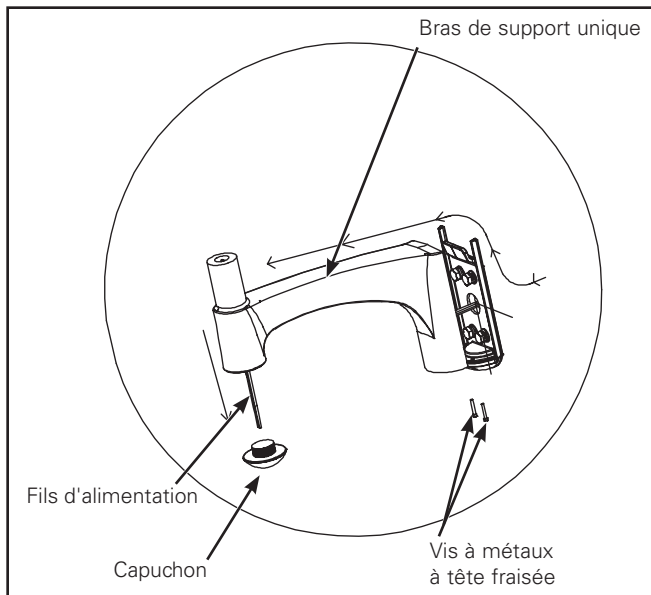

Figure 20.
- Desserrez et retirez le capuchon du trou du bas du bras de support unique. (Figure 20.)
- Tirez sur les fils d'alimentation sortis pour les faire passer par le bras à travers le trou du capuchon (Figure 20.) et accrochez le bras par-dessus la plaque déjà en place.
- Fixez le bras en serrant les deux vis du bras selon un couple d'environ 23N-m (17pi-lb) sur la plaque murale. (Figure 20.)